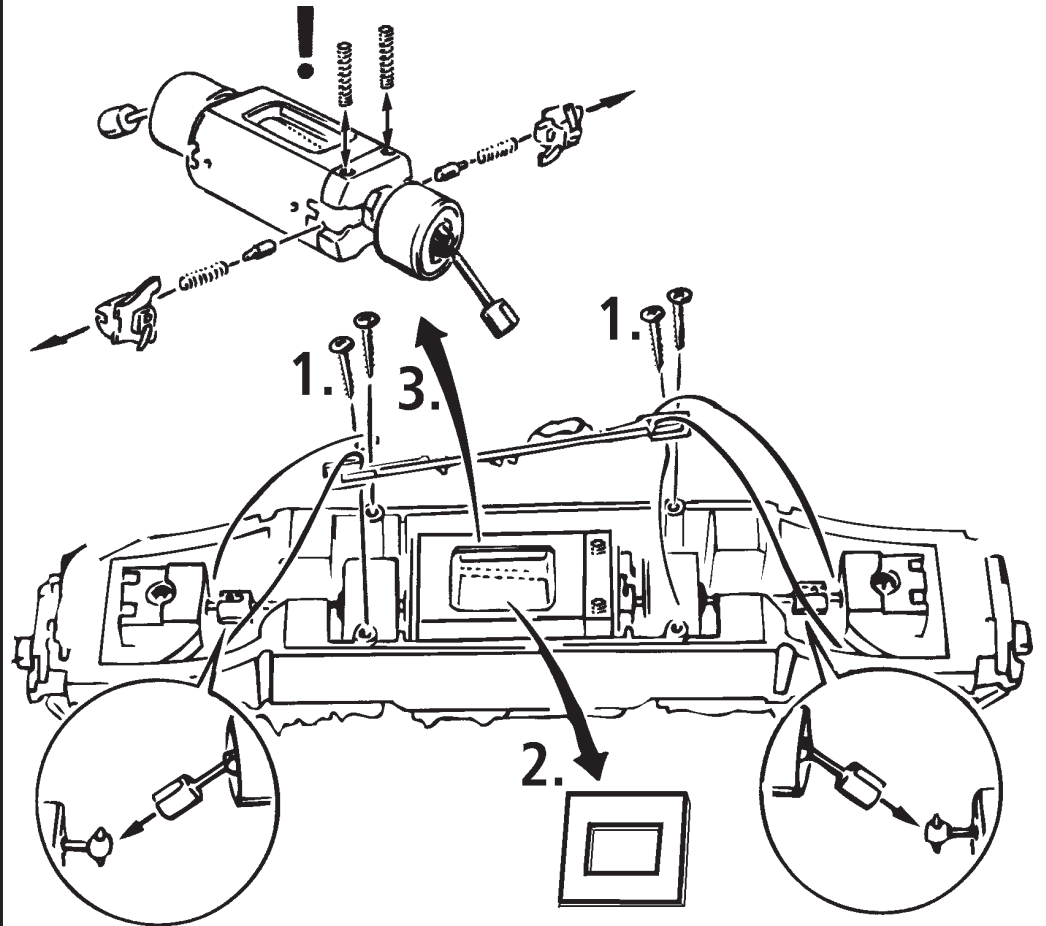

Fig. 12
**Schleiferwechsel:** siehe Fig. 12
**A.C. pick up:** see fig. 12
**Remplacement courant alternatif:** voir fig. 12